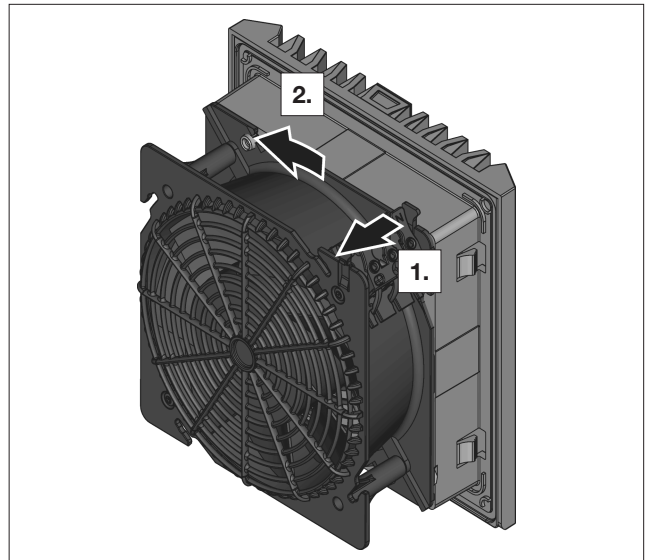

图 7: 解锁卡口式连接
■ 拉开风扇背面卡口式连接的连接片（参见图 7），解锁卡口式连接。